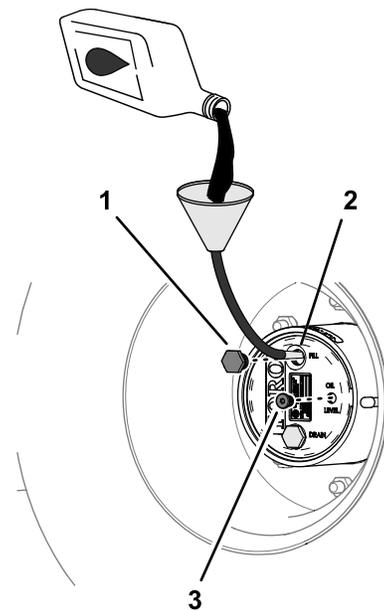

図 87
4. オイルの量が少ない場合は、補給プラグを取り、点検穴からあふれ出てくるまで所定のオイルを補給する 図 87。
6. 補給プラグと点検プラグを取り付ける 図 87。
- 補給プラグの穴から、新しいオイルをゆっくりと入れる 図 87 プラネタリギアオイルの点検 \(ページ 60\) を参照。
- 補給プラグと点検プラグを取り付ける 図 87 プラネタリギアオイルの点検 \(ページ 60\) を参照。